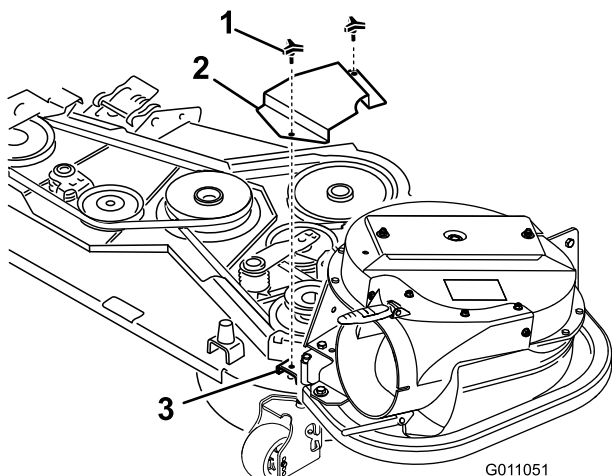

Figura 29
2. Instale a nova cobertura da correia de forma a que os entalhes em ambos os lados fiquem por cima dos suportes da cobertura e prendam o trinco (Figura 29).